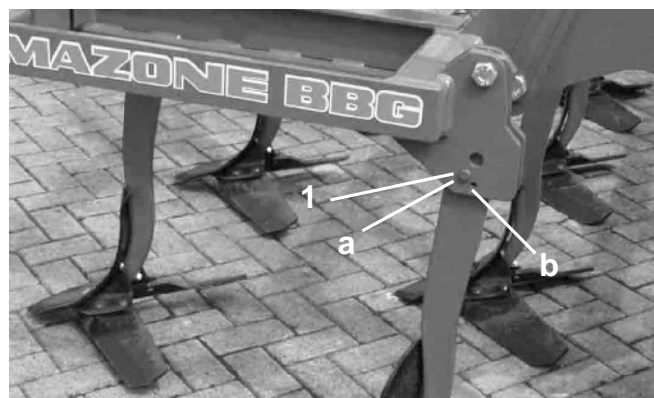

Fig. 14
- Befestigungsmutter des Scherbolzens (Fig. 14/1) lösen.